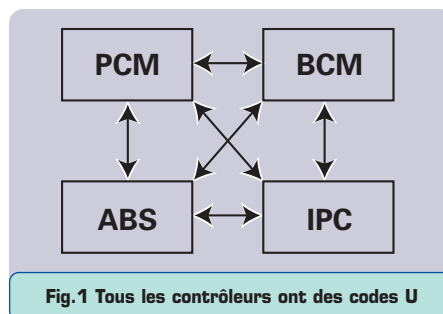

Fig.1 Tous les contrôleurs ont des codes U
1. La plupart des contrôleurs, ou tous, indiquent que Oui, des DTC sont stockés et que la plupart ont des codes U. Reportez-vous au tableau 1 et à la figure 1.
D. Les codes U signalent d'autres contrôleurs, au lieu d'un seul contrôleur. Reportez-vous au tableau 1 et à la figure 1 pour voir un exemple.